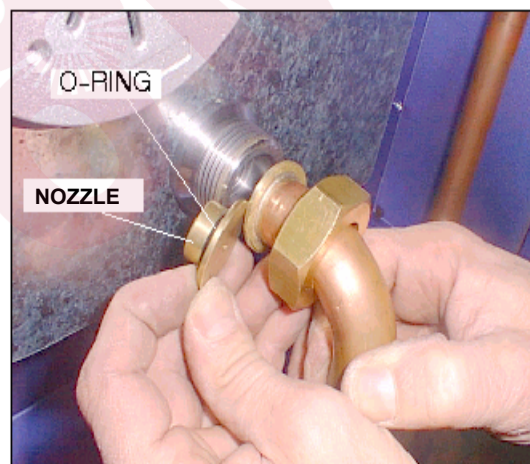

Рисунок 17
- Д) Отсоедините газовую трубу и извлеките сопло. В случае необходимости используйте отвертку как рычаг (см. рисунок 17);